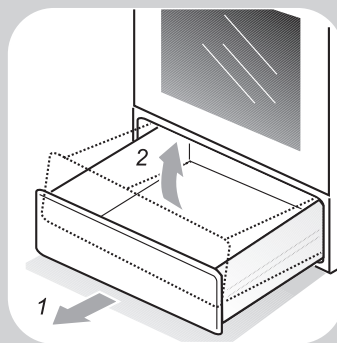

Рис. 14
- Как достать выдвигающий ящик, показано на рис.14.